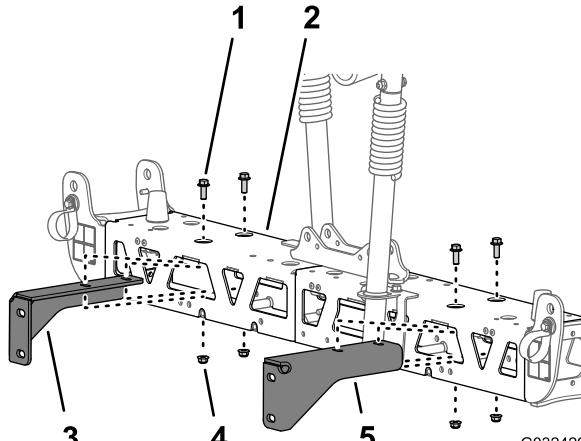

Figure 51
2. Retirez les 2 boulons à embase (3/8" x 1") et les 2 contre-écrous à embase (3/8") qui fixent le support à la section de pulvérisation centrale, et déposez le support (Figure 51)
- 3. Retirez les 2 boulons à embase (3/8" x 1") et les 2 contre-écrous à embase (3/8") qui fixent l'autre support à la section de pulvérisation centrale, et déposez le support (Figure 51)